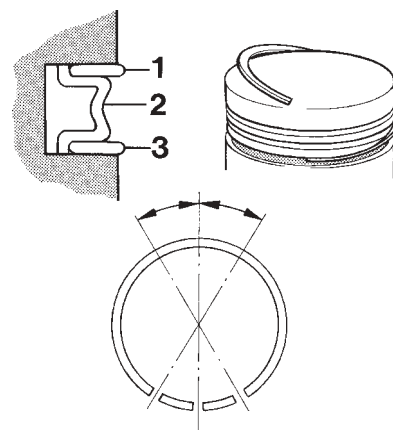

Fig. 52 Pose de segment raqueur d'huile (MD2040)
**MD2040** : Placer le ressort d'expansion (2, figure 52, page 40) dans les racleurs d'huile, dans la gorge de segment. Vérifier les extrémités du ressort d'expansion qui ne doivent pas se chevaucher. Positionner le racleur supérieur (1) sur le ressort d'expansion. Introduire l'une des extrémités du segment dans la gorge et le maintenir en place avec le pouce. Enfoncer le segment en place avec l'autre pouce.
Vérifier que les segments se déplacent librement dans les deux sens et que les extrémités du ressort d'expansion sont correctement positionnées sur les racleurs (figure 52).
**MD2040** : Vérifier que les extrémités du ressort d'expansion sont correctement positionnées sur les racleurs (figure 52).